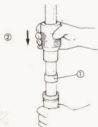

Bild 184
- Obere Gleitbuchse (11) einbauen. Dabei Werkzeug lt. Bild 56.13 verwenden. Bild 184 zeigt den Vorgang.
4 Gleitbuchse nach Bild 184